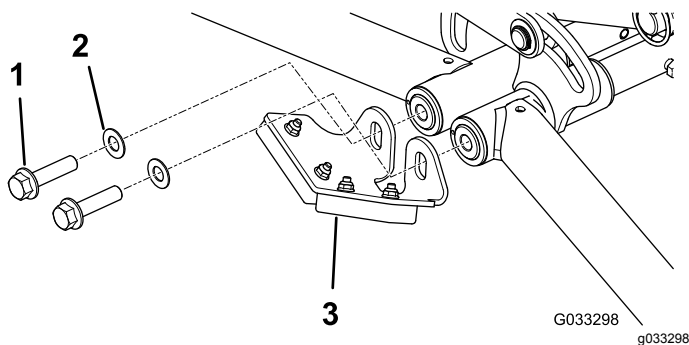

**Рисунок 20**
2. Выверните имеющиеся болты с фланцевыми головками и круглые бамперы (Рисунок 20).